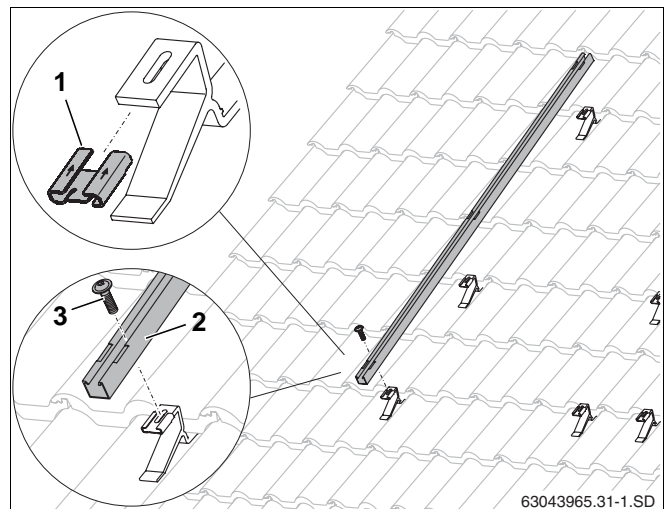

Bild 29 Fastsättning av snöbelastningsprofilen
- Skjut låsbrickan (bild 29, **pos. 1**) i pilens riktning mot takhaken.
- Lägg snöbelastningsprofilen (bild 29, **pos. 2**) på takhakarna och dra åt med skruv M8 (bild 29, **pos. 3**).